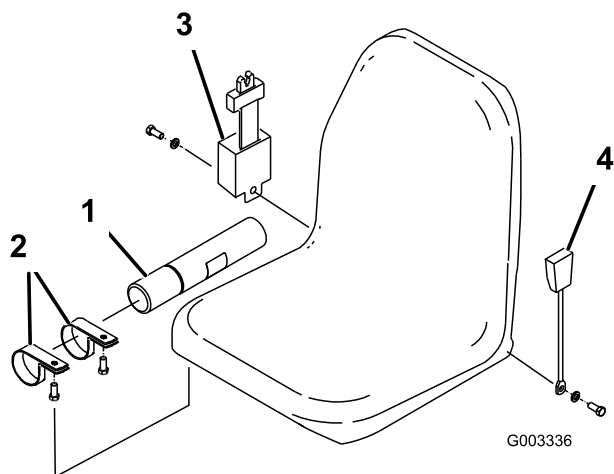

Figura 3
1. Montate il tubo manuale sulla sospensione del sedile, utilizzando i due serratubi a R a corredo con le parti sciolte (Figura 3).
2. Montate la cintura di sicurezza ai lati del sedile, usando un bullone e una rondella di sicurezza, a corredo con le parti sciolte (Figura 3). Montate il